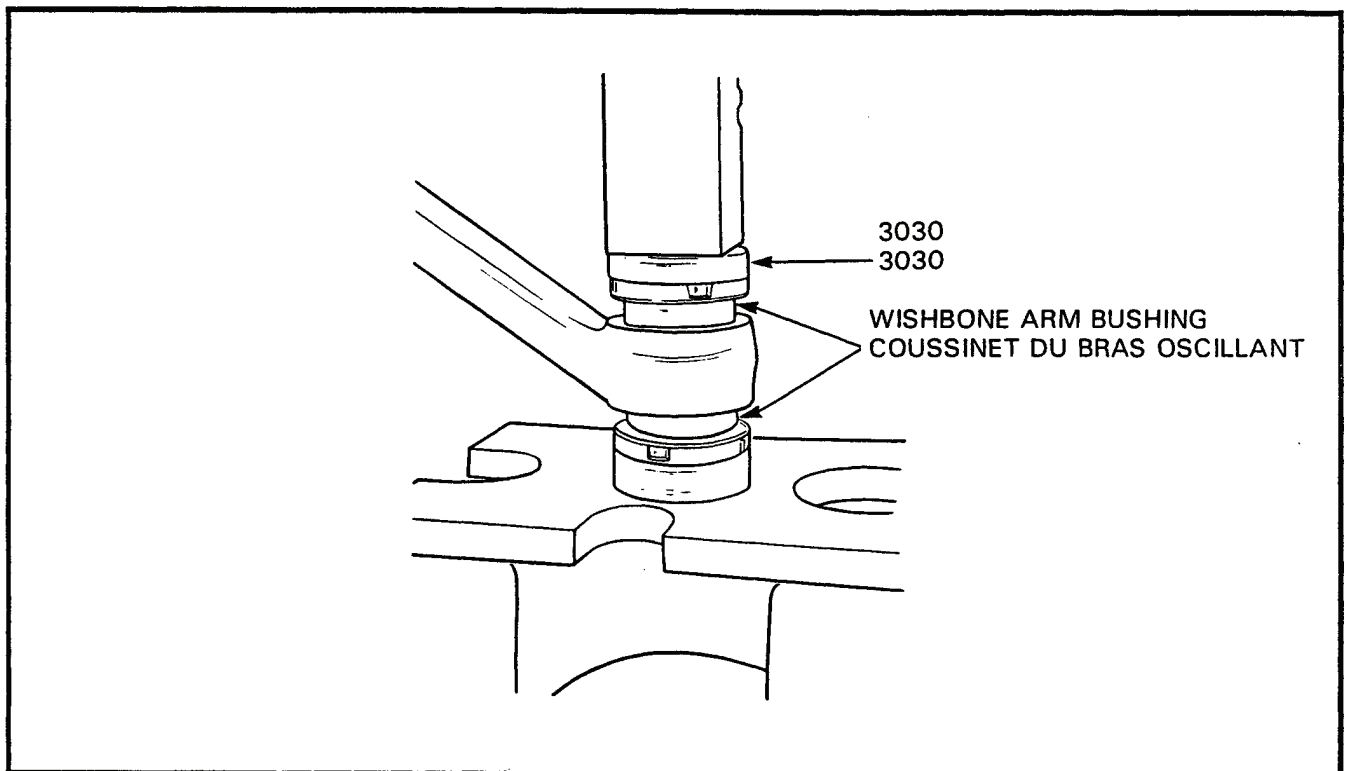

Figure 6-2-6 Installation of Wishbone Arm Bushing
- a. Using tool 3030, press a new bushing into each side of the arm, see Figure 6-2-6.
- a. Au moyen de l'outil 3030, enfoncer un nouveau coussinet de chaque côté du bras, voir figure 6-2-6.